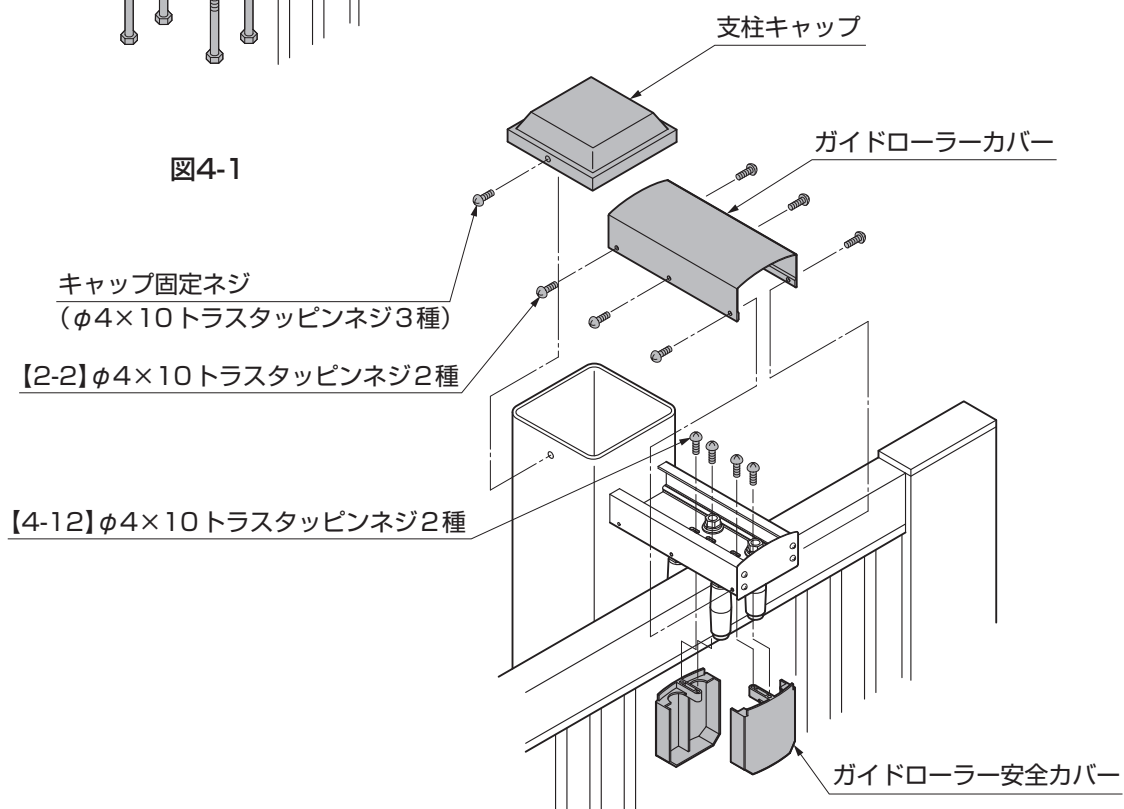

図4-2
②ガイドローラー安全カバーを【4-12】で取付けてください。(図4-2 参照)
③支柱キャップを一度はずし、ガイドローラーカバーを【2-2】で取付け、再度支柱キャップを取付けてください。(図4-2 参照)